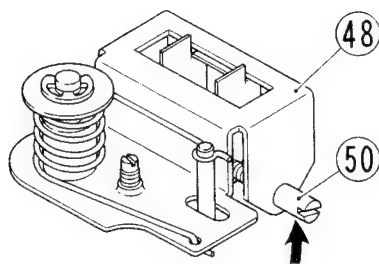
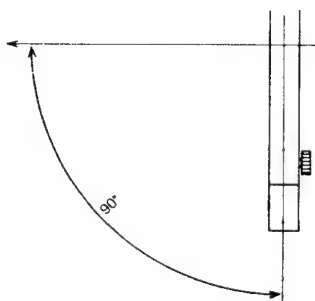

Figure 21
Figure 22
1. Remove the case top according to DISASSEMBLY INSTRUCTIONS (B) (page 3).
2. Turn the Adjuster (50) described in Fig. 21 so that the tonearm will be mounted at right angles with its moving direction (Fig. 22).
2. トーンアームが進行方向に対して直角を保つようにアジャスター(50)で調整する。(図21、22)